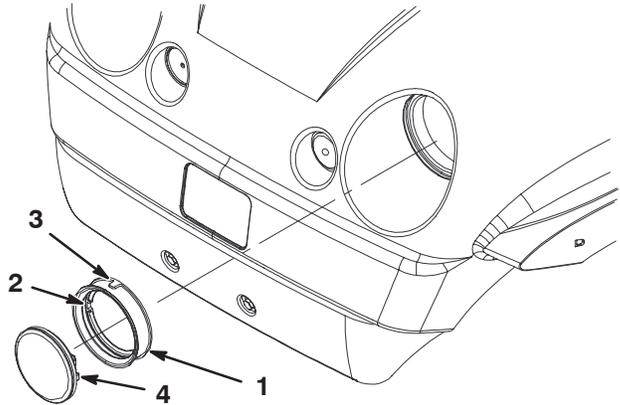

Bild 42
4. Entfernen Sie die Gummidichtung vom Scheinwerfer (Bild 42). Entsorgen Sie den alten Scheinwerfer.
5. Fluchten Sie die Auskerbung an der Innenseite der Dichtung mit der Auskerbung am neuen Scheinwerfer aus (Bild 42). Schieben Sie die Dichtung auf den neuen Scheinwerfer, bis die Dichtung fest anliegt.